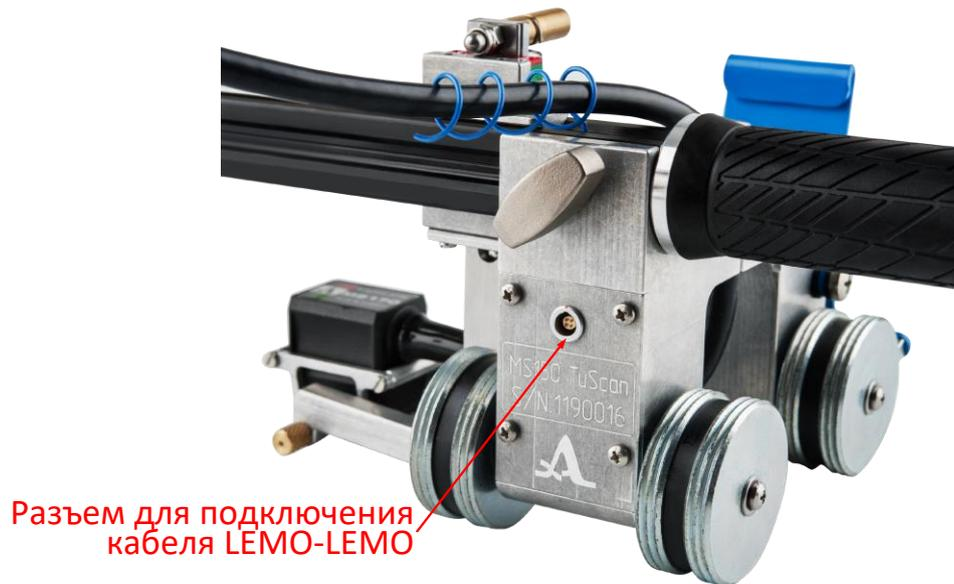

Рисунок 9 – Разъем сканера для подключения кабеля LEMO – LEMO
- подключить один конец кабеля LEMO – LEMO к разъему сканера (рисунок 9);